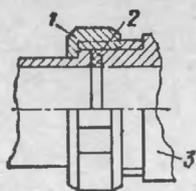

Рис. 60. Соединение глушителя с выпускным патрубком цилиндра (сечение Д—Д по рис. 58)
2. Завести глушитель под каретку велосипеда и, подложив под накидную гайку 1 выпускной трубы уплотнительную прокладку 2 (рис. 60), навернуть гайку
4. Окончательно затянуть велосипедным ключом накидную гайку 1 (рис. 60).